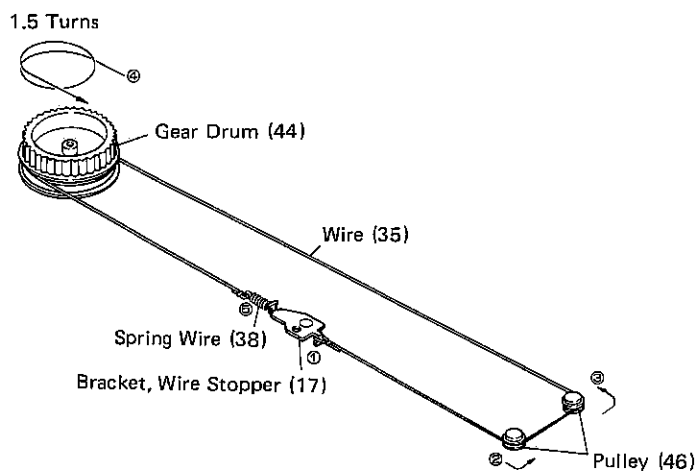

Figure 6-2
⑤ STRINGING OF PLAYER WIRE
1. Stretch the wire in the numerical order — as shown in Figure 6-2.
⑥ SPANNEN DES PLATTENSPIELERDRAHTS
1. Den Draht in der numerischen Reihenfolge wie in Abbildung 6-2 gezeigt spannen.
⑦ PASSAGE DU FIL DU LECTEUR
1. Tendre le fil dans l'ordre numérique comme l'indique la Figure 6-2.